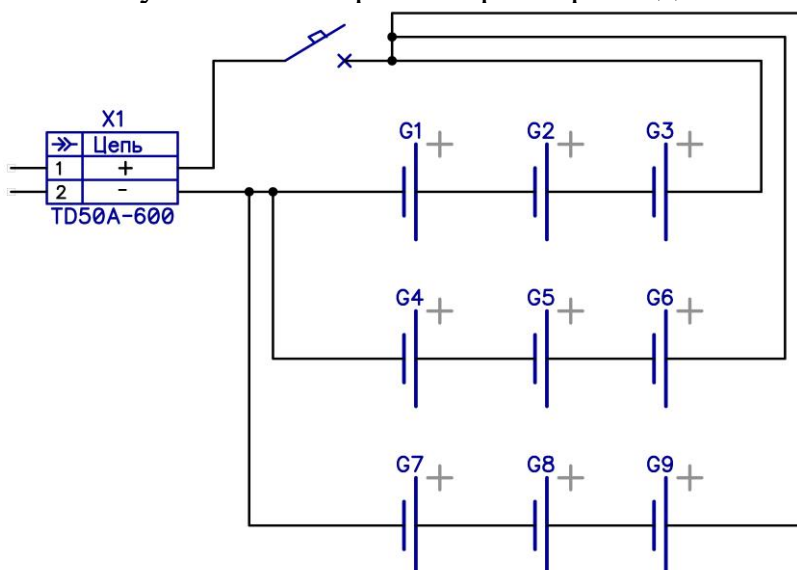

Рисунок 2 – Схема электрическая соединений
1. Выбрать место для установки изделия (см. рисунок 2)